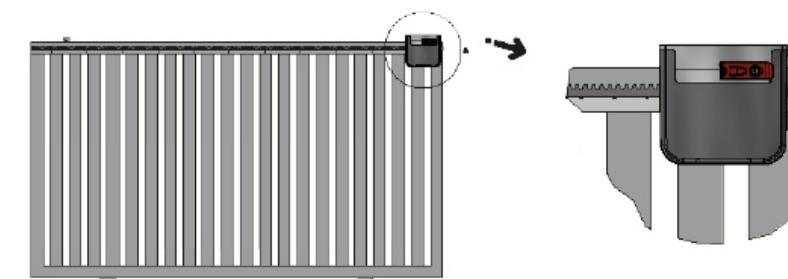

**Fig.2**
**2 -** A altura (h) da base de concreto deverá ser de 100 mm sobre o piso e 200 mm abaixo do piso assim proporcionando um excelente apoio ao equipamento. Esta base de concreto deverá estar a 20 mm de distância a da folha do portão (fig. 2).
**2 -** La altura (h), hace referencia a la altura de la base, que se eleva sobre el piso, mínimo 100mm y 400mm de profundidad, proporcionando un cimiento firme. La base deberá estar a 20mm de la hoja del portón (fig.2).